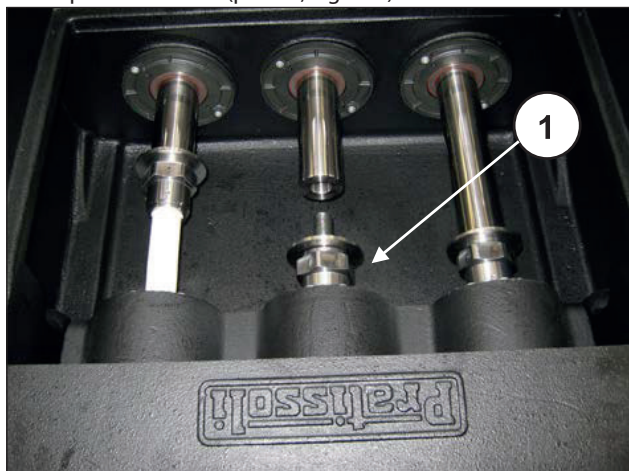

Fig. 165
Svitare i pistoni e sfilarli dallo stelo uno ad uno avvicinandoli alle rispettive camicie (pos. ①, Fig. 165).